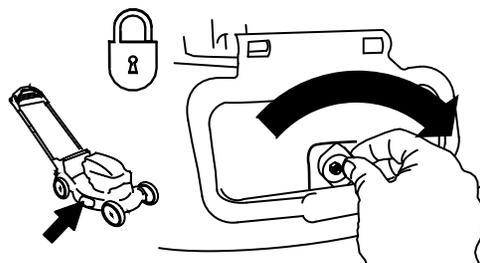

Figura 36
**Importante:** Dopo aver chiuso il deflettore di scarico laterale, bloccatelo (Figura 36).